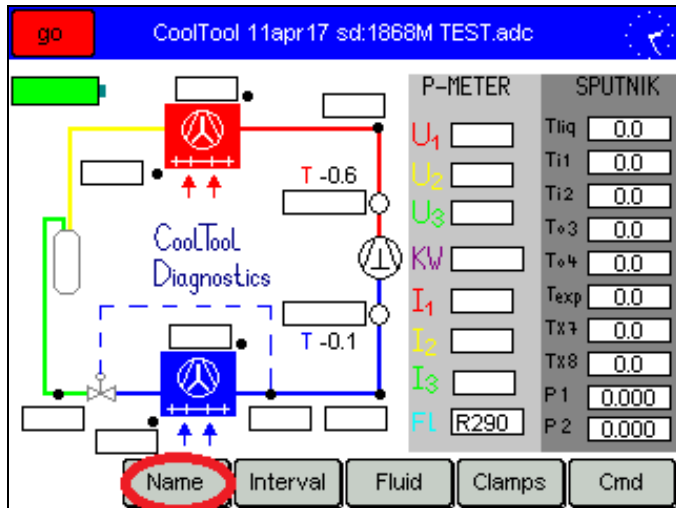

Bild 1
1. Auf dem Display den „Name“-Button drücken. *Bild 1*